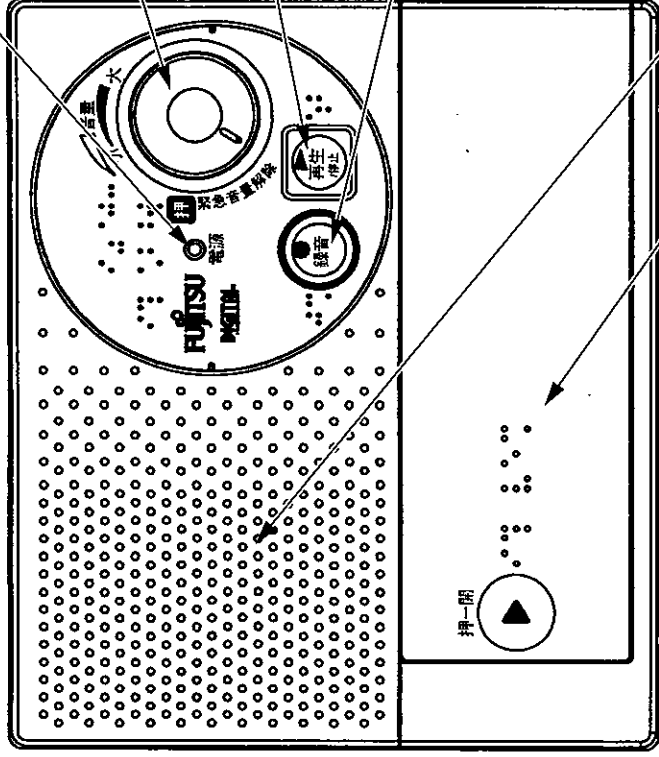

図1-1 正面
2. 図1-1に示すように電池プタの「▶」の部分指で押ししながら、右方向に動かすと電池プタがスライドします。古い乾電池を取り出して下さい。